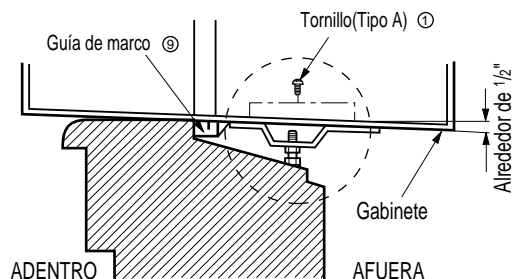

Fig. 4
4. Introduzca las guías de los marcos ① en la parte inferior de la carcasa con la parte delantera de la guía del marco enfocado hacia la parte delantera de la carcasa. FIG.4
5. Inserte el marco de la cortina en la guía superior las guías del marco FIG.4
4. Seleccione la posición en la que colocará el soporte del dintel ⑥ cerca del punto más externo del dintel. Fig. 4
**NOTA:** Tenga cuidado cuando instala el gabinete (las guías de marcos ⑤ se rompen fácilmente).
5. Agregue el soporte del dintel al hueco de la guía del gabinete según la posición seleccionada usando 2 tornillos tipo A ① en cada soporte Fig. 4